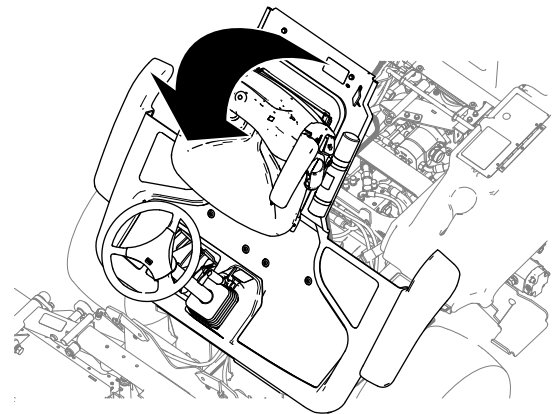

Figura 43
- Eleve la plataforma (Figura 43).